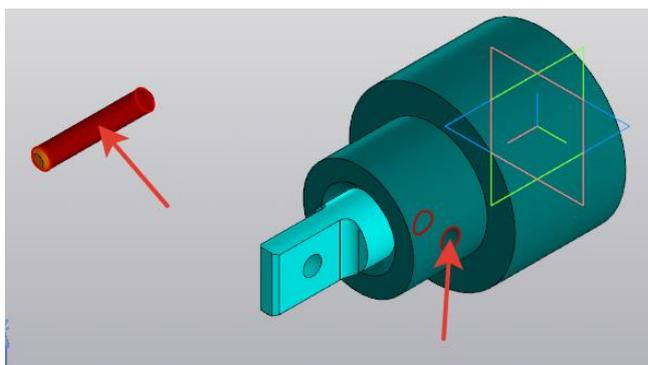

Рисунок 162.
15. На панели инструментов **Размещение компонентов** - выберите **Соосность**. В **Параметрах** - **Объект 1** – указать цилиндрическую часть штифта, **Объект 2** – внутреннее цилиндрическое отверстие корпуса. **Создать объект** (рисунок 162).